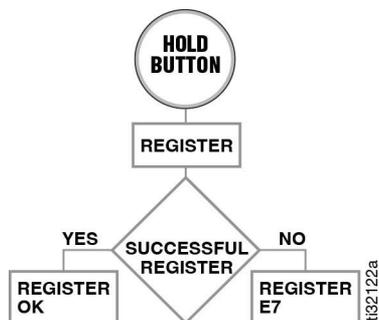

FIG. 3
3. A mensagem "REGISTRO OK" será exibida (FIG. 3, página 6) quando o TLM estiver registrado no software Pulse. Isso pode levar até 20 segundos.
Caso não tenha sido registrado, a mensagem de erro "REGISTRO E7" será exibida (veja a Etapa 1, FIG. 3).